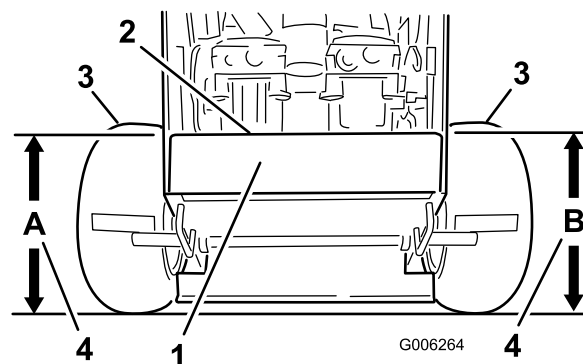

Figure 55
4. Mesurez la hauteur du plancher moteur au point **A** (Figure 55).
5. Mesurez la hauteur du plancher moteur au point **B** (Figure 55).